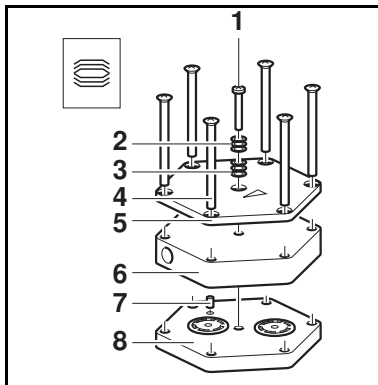

Fig. 24 : Monter la tête de pompe
1. En cas de pompe à deux têtes : Sur le raccordement pneumatique de la tête (3), desserrer les écrous-raccords (2) à la main. Tourner le raccord à visser coudé (1) de la tête de pompe (4) dans le sens inverse des aiguilles d'une montre jusqu'à ce que le tuyau de raccordement puisse être retiré.
2. Repérer la plaque supérieure (Fig. 24/5), le couvercle de tête (Fig. 24/6), la culasse (Fig. 24/8) et le support de membrane d'un trait continu au feutre (dans le cas des pompes à deux têtes : sur les deux têtes de pompe). Cela évite ainsi un montage erroné ultérieur des pièces.
2. Mettre en place la culasse (8) avec les plaques soupapes/joints sur le logement selon le trait au feutre.
3. Mettre en place le couvercle de tête (6) sur la culasse (8) selon le goujon d'assemblage (7).
4. Placer la plaque supérieure (5) sur le couvercle de tête (6) selon le trait au feutre.
5. Serrer les vis (4) en quinconce.
6. Mettre en place la/les vis (1) au milieu de la plaque supérieure (5) avec les rondelles Belleville (2, 3). Veiller alors à ce que les rondelles Belleville soient correctement disposées (voir fig. 24).
7. Serrer la/les vis (1) jusqu'à ce que la tête de vis soit au ras de la surface. Fixer la/les vis avec un demi-tour supplémentaire.